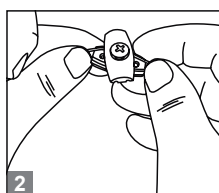

rys. 1
6. Do złącza zasilającego oprawę podpiąć przewód zasilający zgodnie ze schematem rys. 1.